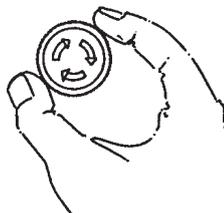

Figure 12
- Tourner le bouton d'arrêt d'urgence en sens horaire (figure 12)